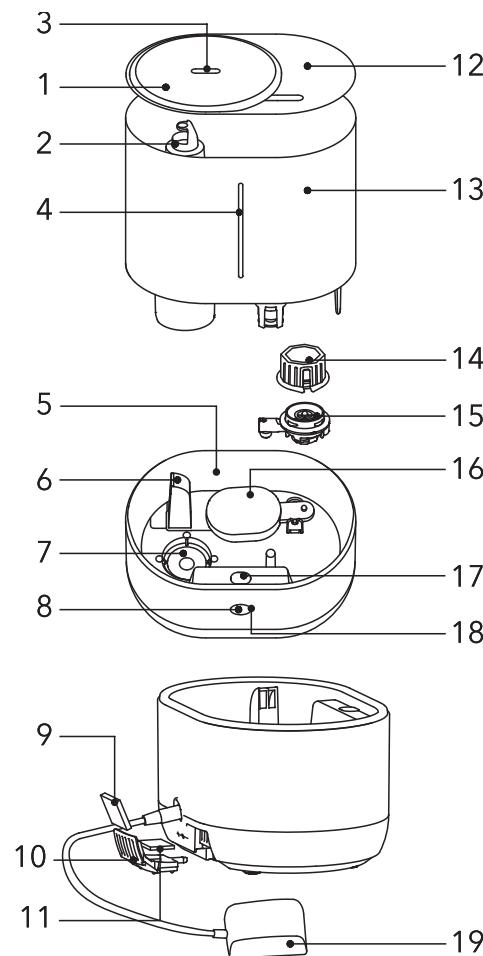
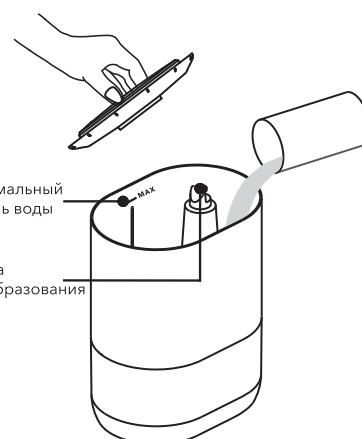

Рис. 1 Описание прибора
Рис. 2. Ввод прибора в эксплуатацию
- Налейте чистую воду непосредственно в емкость для воды. Уровень воды не должен превышать отметку MAX внутри бака (рис.2). Воду можно заливать в воронку для залива воды (рис.1).
- До начала чистки необходимо выключить прибор кнопкой переключения режимов (рис. 1) и отключить устройство от сети.
- Снимите крышку распылителя и выньте емкость для воды (рис. 1). Слейте воду из основания прибора. Следите за тем, чтобы вода не попала в шахту вентилятора. Если это произошло, необходимо дать прибору высохнуть и обратиться в сервисный центр.